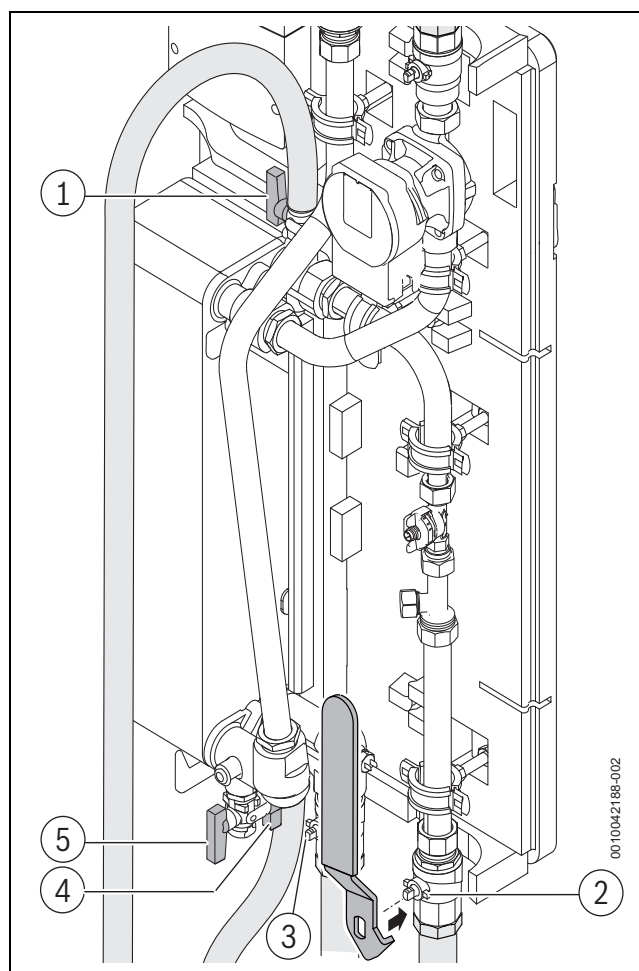

Bild 64 Wartung Frischwasserstation
- Um den Wärmetauscher zu entleeren: Füll- und Entleerhähne und öffnen (→ Bild 64 [4, 5], Seite 30).